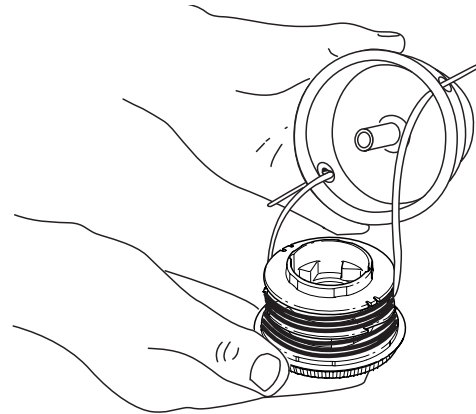

Fig. 15
3. Inserte los extremos de la línea de corte del nuevo carrete interior dentro de los ojillos de la bobina exterior (Fig. 15). Coloque el nuevo carrete interior con la flecha hacia arriba dentro de la bobina exterior.